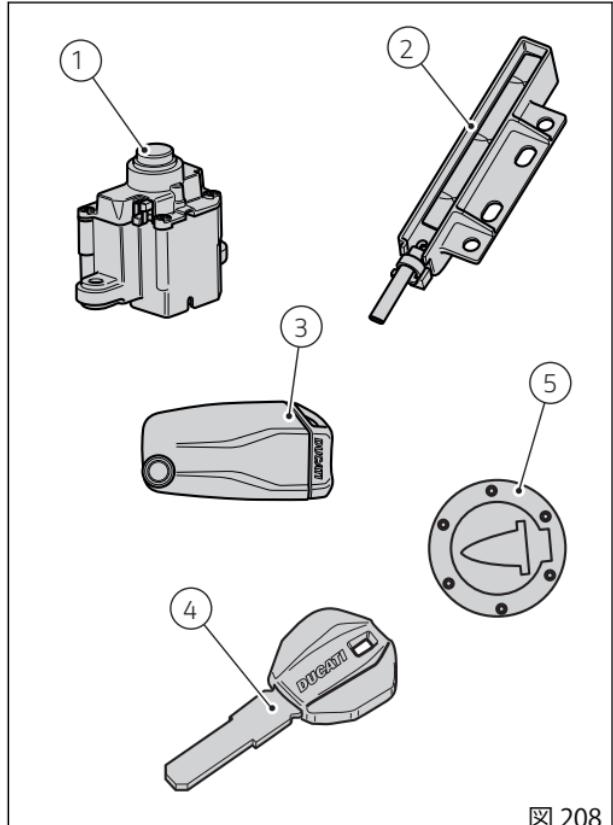

図 208
Hands Free ブロック (1、図 208) は燃料タンクの前方部に位置し、作業を行うには保護カバー (8) を起こして取り外してください。
Key-ONするには、アクティブキー(3、図208)があるときにハンドルバーのボタン(6)を押します。
Key-OFFするには、ハンドルバーのボタン(6)を押します。車速がゼロであればキー(3、図208)がなくてもKey-OFFが可能です。
Key-ONするには、アクティブキー(3、図208)があるときにHands Free ブロック(1、図208)のボタン(7)を押します。
Key-OFFするにはHands Free ブロック(1、図208)のボタン(7)を押します。キー(3、図208)がなくてもKey-OFFが可能です。
Key-ONするには、パッシブキー(4、図208)があるときにハンドルバーのグレーのボタン(6)を押します。
Key-OFFするには、ハンドルバーのグレーのボタン(6)を押します。車速がゼロであればキー(4、図208)がなくてもKey-OFFが可能です。
Key-ONするには、パッシブキー(4、図208)があるときにHands Free ブロックのボタン(7)を押します。
Key-OFFするにはHands Free ブロック(1、図208)のボタン(7)を押します。キー(4、図208)がなくてもKey-OFFが可能です。
キー(3)および(4)がないときにKey-ONするには、Hands Free ブロック(1、図 208)のボタン(7)を押し、インストルメントパネルからPIN CODEを入力します。Key-OFFするにはハンドルバーのボタン(6)を押します。